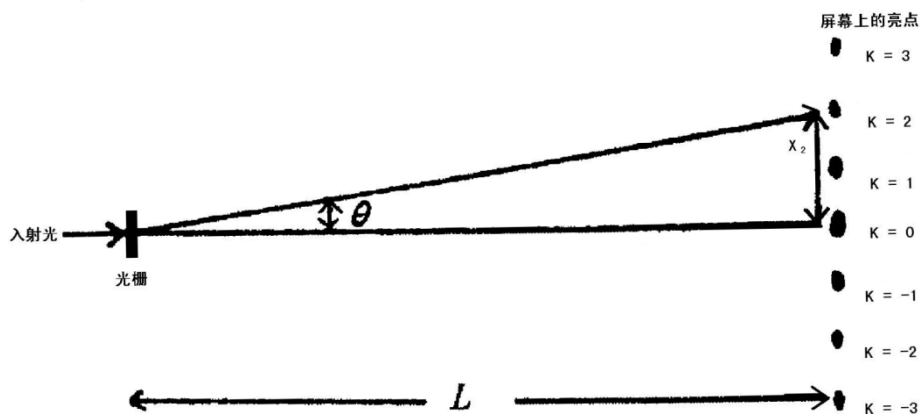

图4 实验元件装置示意图
实验所使用的光栅为 150 lines/mm(或 100 lines/mm)，即光栅常数 $d = 1/150 \text{ mm}$ ($1/100 \text{ mm}$)。将激光束打在光栅上，在屏幕上就可以观测到衍射图样，如图 4 所示。若光栅距屏幕的距离为 L ，当 $X \ll L$ 时， θ 将很小，故可以利用下列近似关系式：
4. 在上述步骤 2 的基础上，就可以在屏幕（贴有毫米方格纸）上观察到 $K=0, 1, 2, 3, \dots$ 等级次的亮点（如图 4 所示）。如果各级次亮点的高度不一致，导致该现象发生的原因是什么？调节哪一个光学元件可以避免这一现象的发生。
5. 在贴有毫米方格纸的屏幕上，直接用眼睛读出各级中心最亮点的位置，用米尺读出光栅到屏幕的距离 L 。计算透射光栅的角色散率 D （ D 与什么有关？）。由公式 (1) 求出激光的波长，并给出波长的平均值和不确定度。为什么不用公式(4)求出激光的波长？（实验数据记录表格可参考实验室（或网上）的告示牌中数据记录表格）